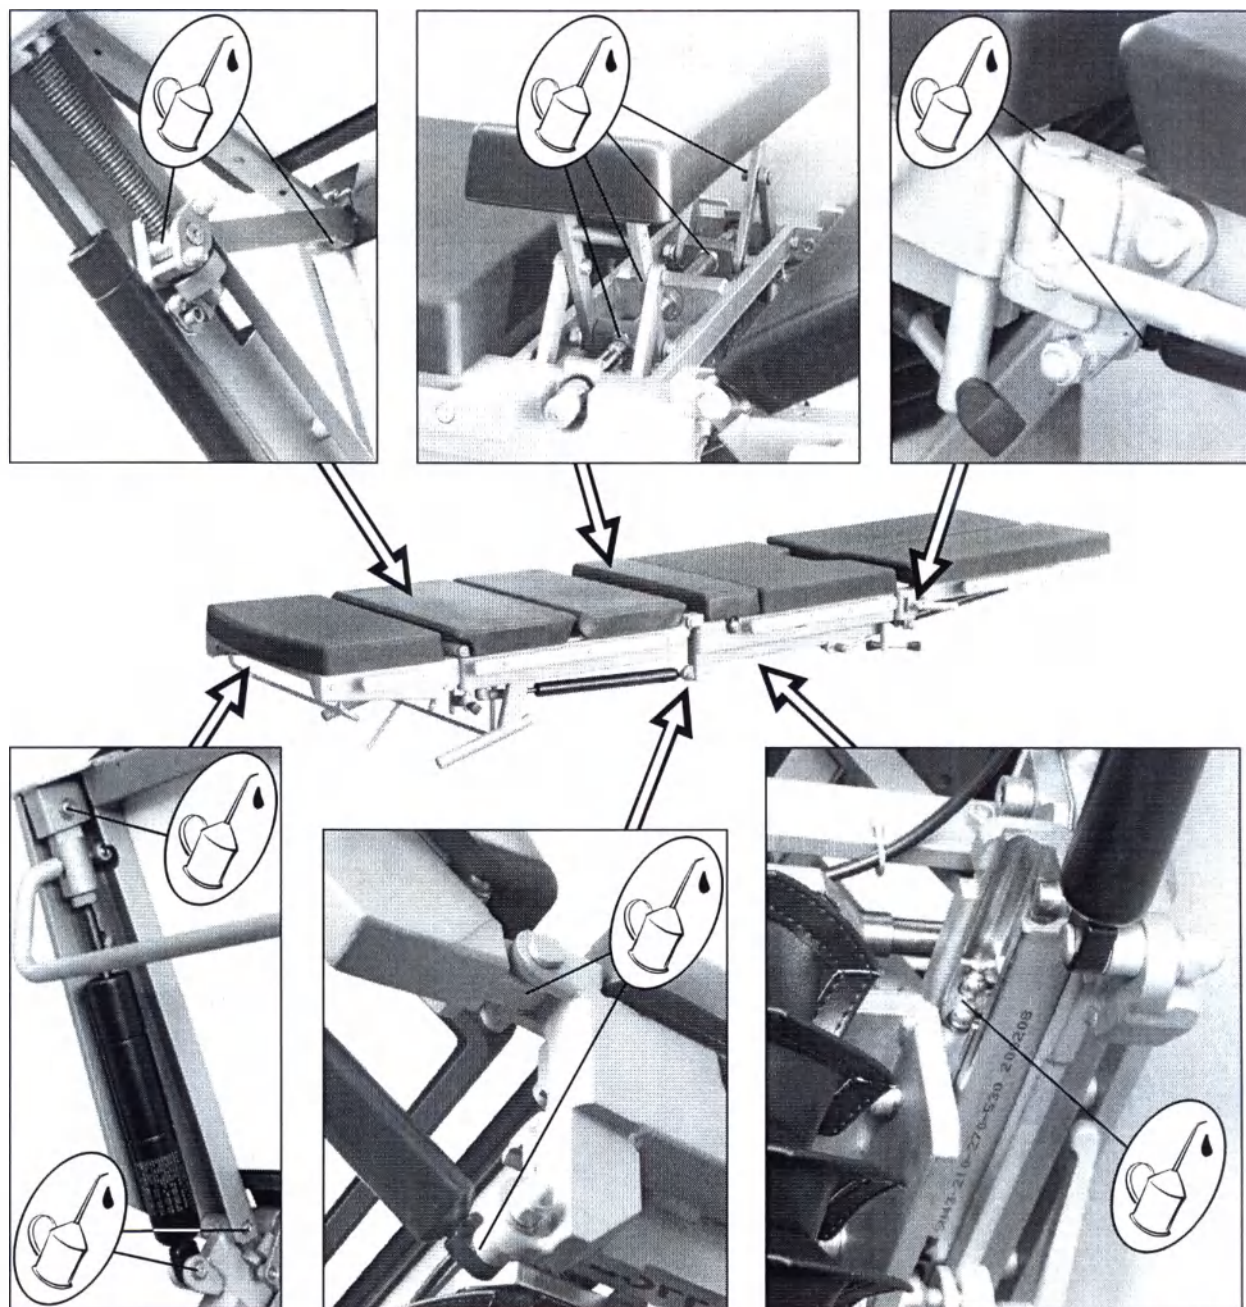

Рисунок 10. Схема смазки панели стола
- смажьте все подвижные соединения панели стола тонким слоем технического вазелина либо светлым машинным маслом (Рисунок 10);
Смажьте подвижные соединения панели стола (Рисунок 10) тонким слоем технического вазелина или светлым машинным маслом. Удалите излишки масла салфеткой.